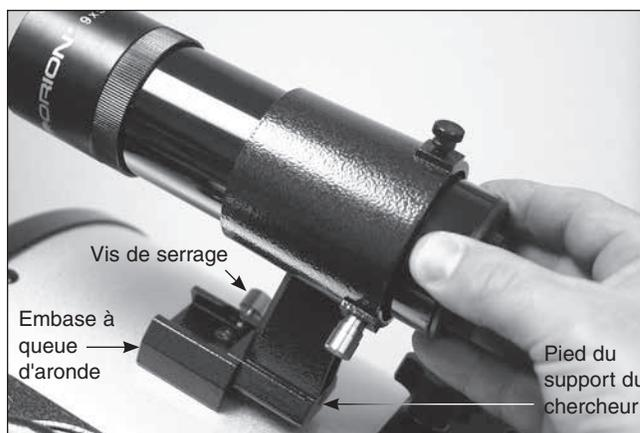

Figure 32. Le pied du support du chercheur se loge dans l'embase à queue d'aronde où une vis de serrage permet de le fixer.
2. Insérez la base du support du chercheur dans le support à queue d'aronde situé à côté du porte-oculaire du télescope (**Figure 32**). Serrez la vis de serrage de l'embase à queue d'aronde pour bien fixer le support du chercheur.